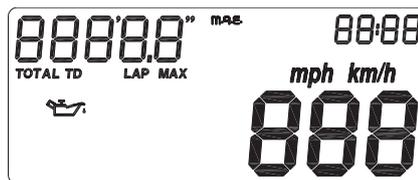

Fig. 16
- 3a pagina (ad ogni accensione dello strumento): **Check di tutti i segmenti dell'LCD per circa 3 sec.** (fig. 16).
- 3rd page (every time the instrument is switched on): **Check of all lcd segments for approx. 3 seconds** (fig. 16).